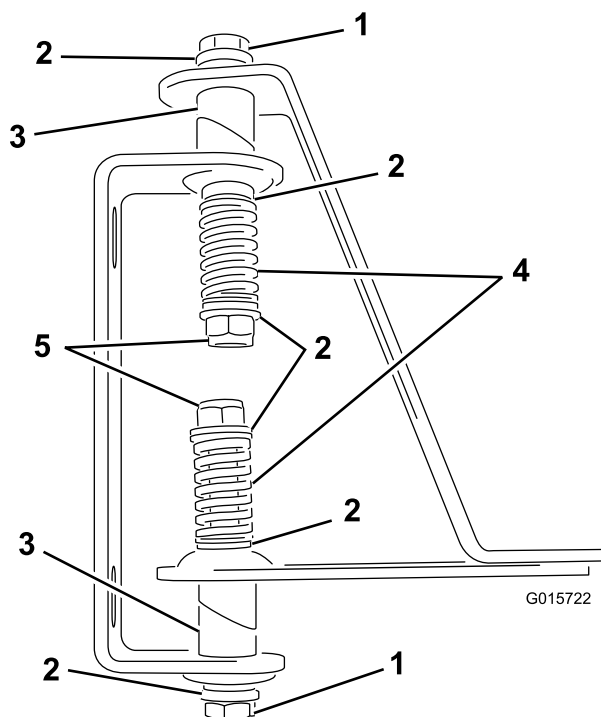

Figura 4
4. Introduzca los pernos a través de los tubos soldados de las bisagras y las pletinas (Figura 4).
6. Instale un muelle en el extremo de cada perno (Figura 4).